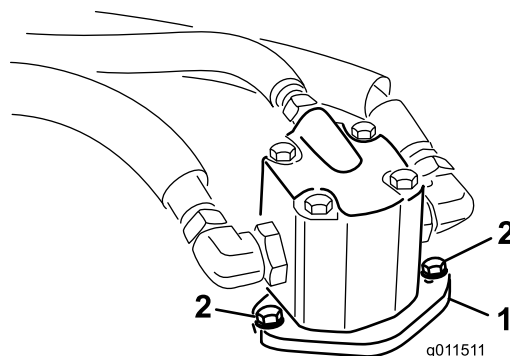

図 116
4. 油圧モータを刈り込みデッキに固定しているボルトを外す 図 116。